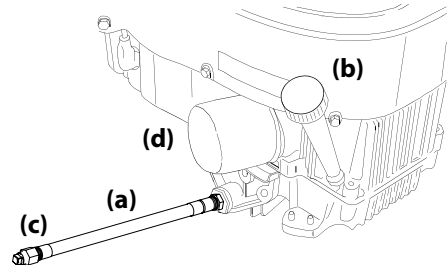

Figura 4-1
- Ubique la manguera de drenaje de aceite (a) del lado derecho del motor. Vea la Figura 4-1.
- Mientras sostiene el extremo libre de la manguera de drenaje de aceite (a) sobre el recipiente de recolección de aceite, desatornille el tapón de cabeza cuadrada del extremo de la manguera. Vea la Figura 4-1. Drene el aceite del motor dentro del recipiente.